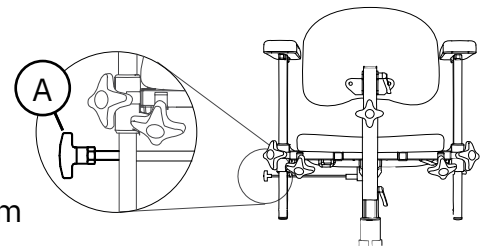

Abb. 5.19. Handschraube für Sitzdrehung.
Das Bedienelement zur Sitzdrehung (A) wird rechts unter dem Sitz montiert, siehe Abb. 5.19.